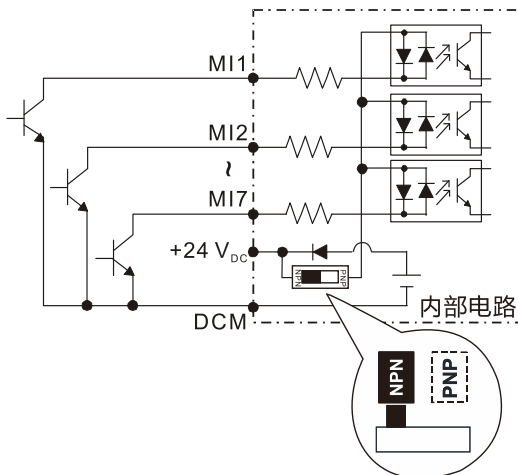
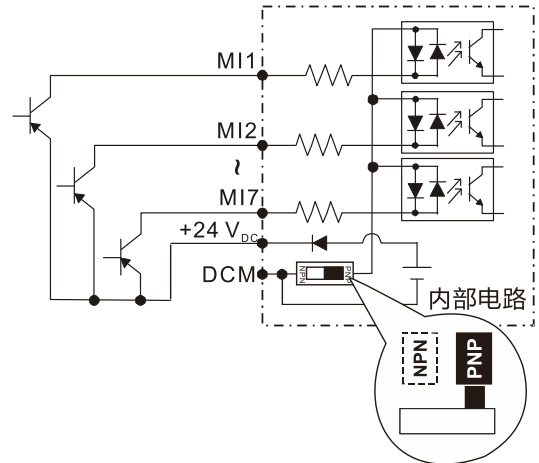

图 6-2
图 6-3
- ☑ 光耦合器使用内部电源。外部接线方式, 开关一端接 MI 端子, 一端若接 DCM 则为 Sink 模式, 如上图 6-2 所示; 若接+24V 则为 Source 模式, 如上图 6-3 所示。